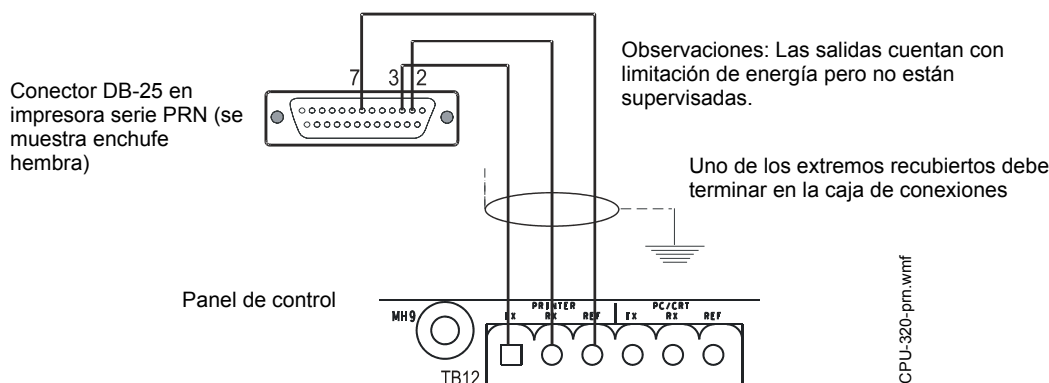

Figura 3.14 Conexiones de impresora remota
1. Conecte los tres (3) contactos abiertos del cable personalizado al bloque del terminal TB12 en el panel de control, como se puede observar en la figura 3.14.